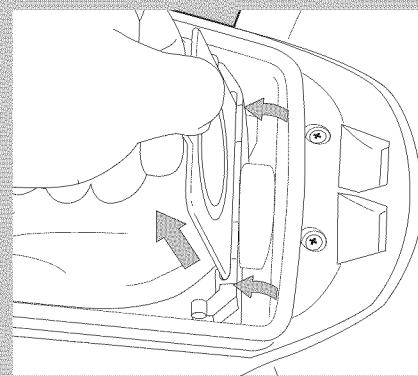

Fig. 7
- 18 Pivot the bag collar away from the bag inlet (Fig. 7) and lift the bag by the collar tab out of the chamber.
- 18 Faites pivoter le collier du sac à l'opposé de l'entrée du sac (Fig. 7) et retirez le sac du logement en le soulevant par le collier.
- 18 Gire el aro de la bolsa alejándolo de la entrada de la misma (Fig. 7) y levante la bolsa tomándola por la lengüeta del aro para extraerla de la cámara.